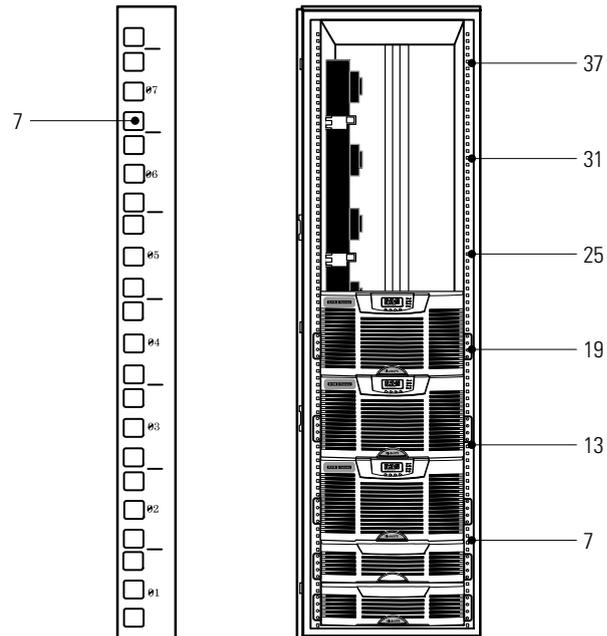

Abbildung 3. Empfohlene Schienenpositionen (Beispielkonfiguration)
8. Vorher festlegen, wo die Einschübe im Rack montiert werden und welche „U“-Markierungen für die Schienen zu verwenden sind. Zum Beispiel: Für ein Rack mit sechs USV und einem Kabelkanal am Boden, könnten Sie die Schienen an den folgenden Markierungen einsetzen (siehe Abbildung 3):
HINWEIS Die empfohlenen Schienenpositionen dienen lediglich als Beispiel. Passen Sie die Positionen an Ihre Systemkonfiguration an. Lassen Sie Platz für Lochabstände und Nummerierungen (siehe Abbildung 3). Weitere Hinweise für die Konfiguration eines parallel geschalteten Systems mit EBM finden Sie auf Seite 4.